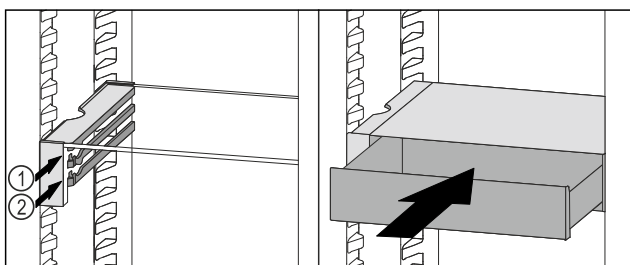

Fig. 95
- ▶ Placera VarioSafe-lådan bakom stoppklackarna på önskad list Fig. 95 (1) eller Fig. 95 (2).